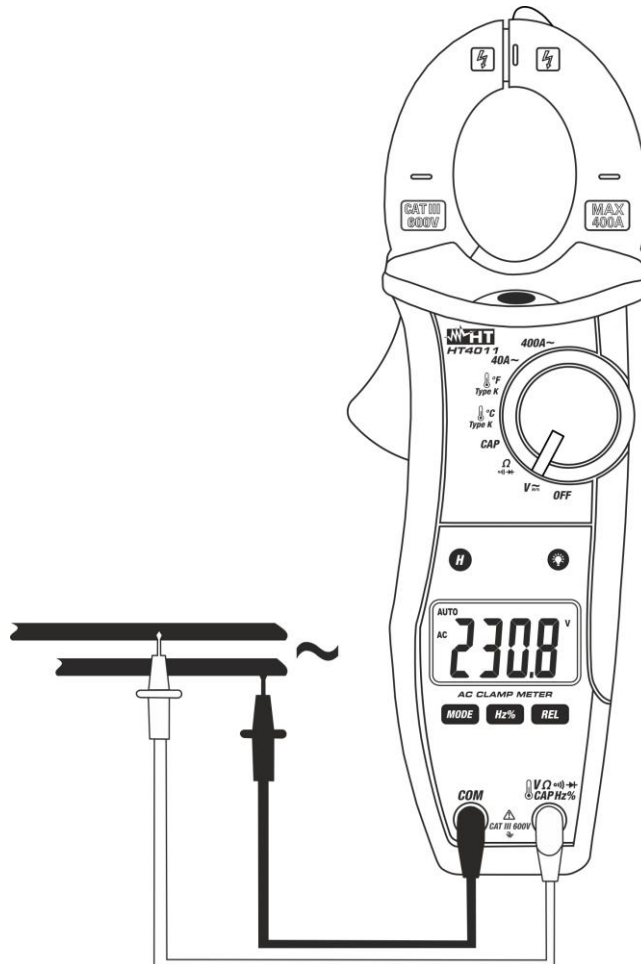

Fig. 4: Uso della pinza in misura di Tensione AC
5. Posizionare i puntali nei punti desiderati del circuito in esame (vedere Fig. 4). Il valore della tensione è mostrato a display.